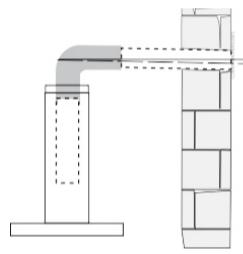

рис. 1A
- 1.6 При выводе воздуховода на улицу (через отверстие в стене) должен быть уклон воздуховода, как на рис. 1A.